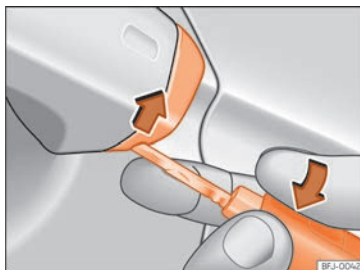

Fig. 96 Manipulo da porta do condutor: soltar a tampa fazendo alavanca.
- Introduza o palhetão na abertura inferior da tampa do manípulo da porta do condutor »» **Fig. 96** e retire a tampa de baixo para cima.